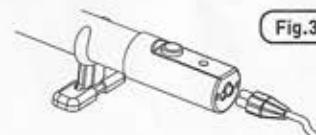

Fig.3
- * Prima di installare la stufetta si raccomanda di attaccare il cavo spingendolo a fondo nella presa cavo predisposta per tale scopo nella stufetta stessa. [Fig. 3].